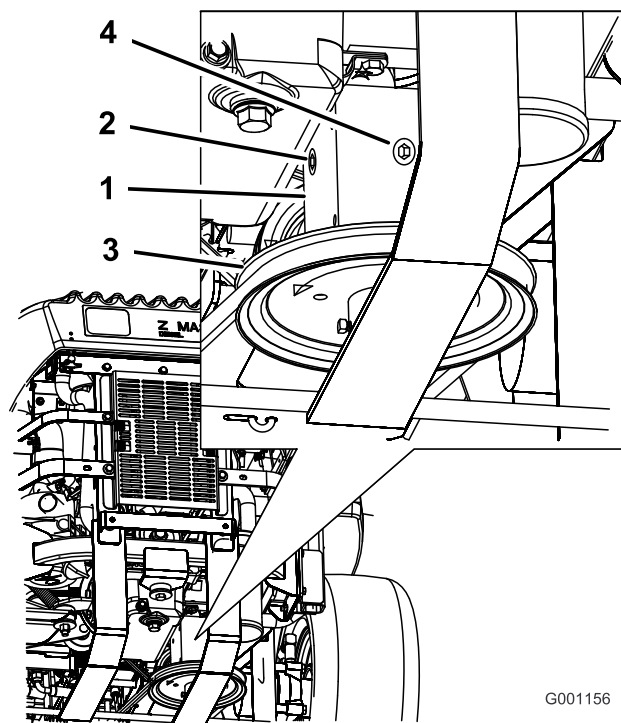

Figura 76
3. Retire el tapón lateral o trasero de la caja de engranajes (Figura 76).